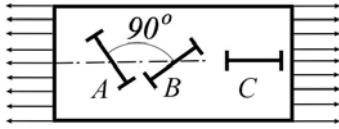

Рис. 2.1
**2.1. На растянутой пластинке установлены три одинаковых тензметра, как показано на рис. 2.1. Доказать, что показания тензметров связаны зависимостью:  $\Delta A + \Delta B = \Delta C(1 - \nu)$ , где  $\nu$  – коэффициент Пуассона (рис.2.1).**